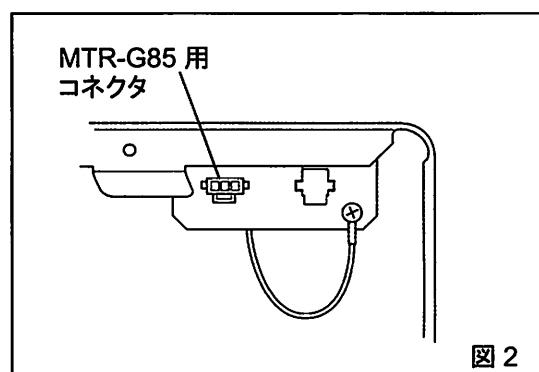

図 2
3. 製品側のコネクタに付いているカバーを外し(下部のロック部を押しながら)、記録計の電源コネクタを、製品側に用意されているコネクタに接続します。(図 2)